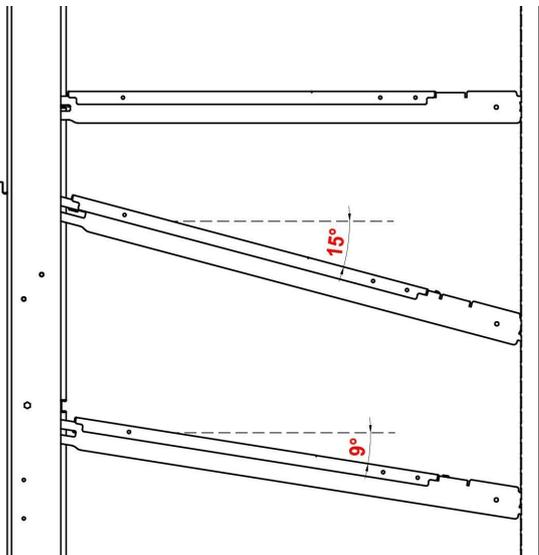

Abb. 6c
3. Die Regalstützen können in verschiedenen Neigungen positioniert werden **Abb. 6c**;